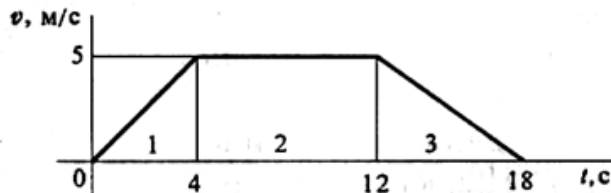

Рисунок 2
2. График изменения скорости лифта при подъеме известен (рис. 2). Масса лифта с грузом 2800 кг. Определить натяжение каната, на котором подвешен лифт на всех участках подъема.